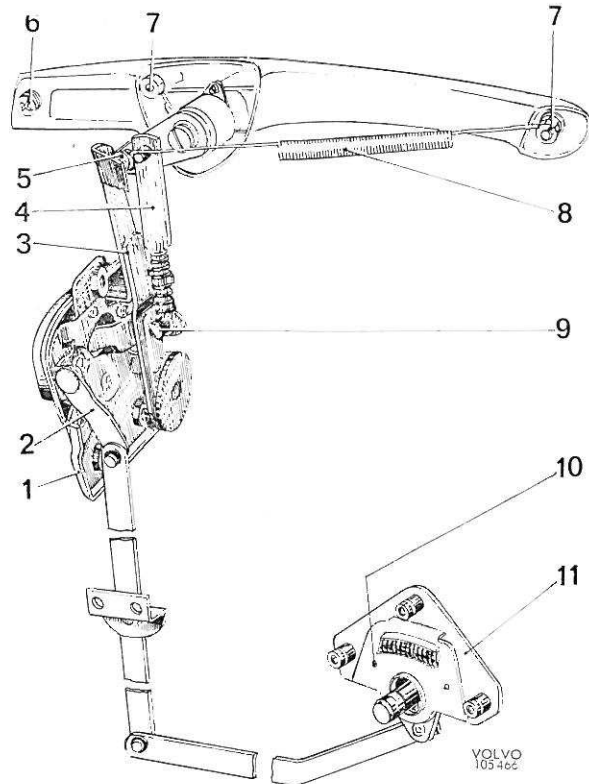
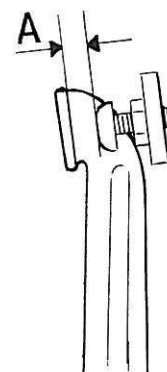

Figure 21. Fermeture de porte avec commande à distance
Figure 25. Jeu entre bras de commande de poignée de fermeture et levier de fermeture de porte
4. Enlever le verrou (9, figure 21) pour le bras de liaison entre la fermeture et la poignée extérieure.
7. Déposer la poignée extérieure de porte après avoir retiré la vis (6) et les écrous (7, figure 21).
3. Remonter le bras de liaison (4, figure 21) et le ressort (8). Régler la longueur du bras de liaison en vissant le ressort à l'extrémité inférieure de ce bras jusqu'à ce que le bras de commande de la poignée de fermeture touche juste au centre du levier (3) de la fermeture en position déverrouillée.
meture et le levier de la fermeture de porte (figure 25). Ce jeu, qui doit être de 1 à 2 mm, se règle avec la vis (5, figure 21).
5. Tirer sur le levier de la commande à distance de manière à comprimer le ressort de cette commande et verrouiller cette dernière dans cette position en mettant une goupille fendue au trou (10, figure 21).